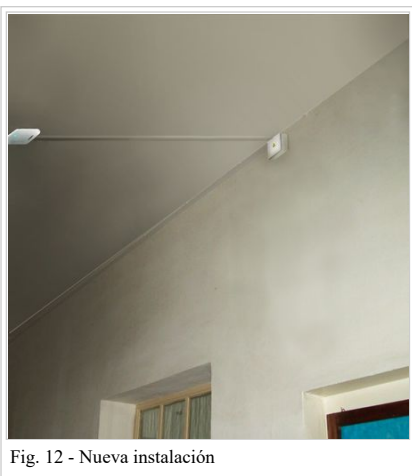

Fig. 12 - Nueva instalación
- Se colocará la caja de registro con el jack en el punto en que se finalice el cableado existente (Fig. 12). Desde la caja de registro partirá la canalización por el cielorraso hasta el punto en el cual se instale el AP.